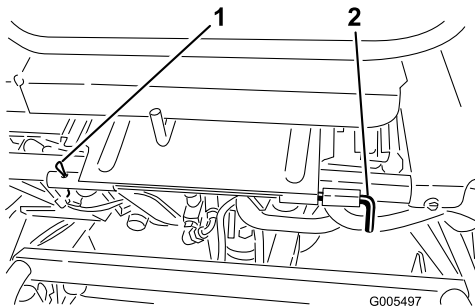

Figura 29
3. Baje el asiento y retire el pasador cilíndrico que fija la varilla de pivote del asiento al bastidor (Figura 29).